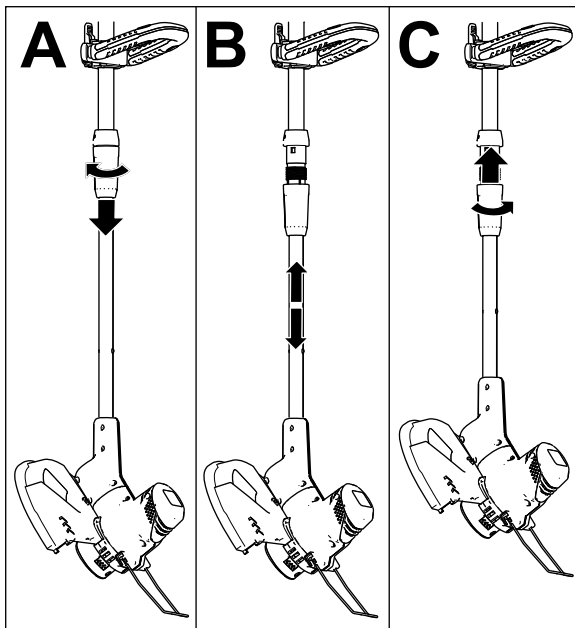

Figura 14
1. Afloje el conector del eje inferior (Figura 14, A).
2. Mueva el eje telescópico hasta la posición deseada (Figura 14, B).
3. Apriete el conector para fijar el mango (Figura 14, C).